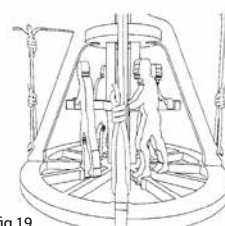

fig. 19
5) Liberare le sagome dei 4 "manovratori" "t" (insieme "A" e "B") e posizionarli con la faccia in senso sinistrorso, incollandolo "il piede" predisposto sul raggio della base "s", ed appoggiando la "mano" sulla estremità della razza del manubrio "r" (vedi fig. 19).
5) Free the four shapes of the handlers "t" (set "A" and "B") and place them on the base of the object gluing the foot in his relative slot prepared on the spoke of the base "s" and placing the hand on the end of the handlebar ("r" element) (see Fig.19).